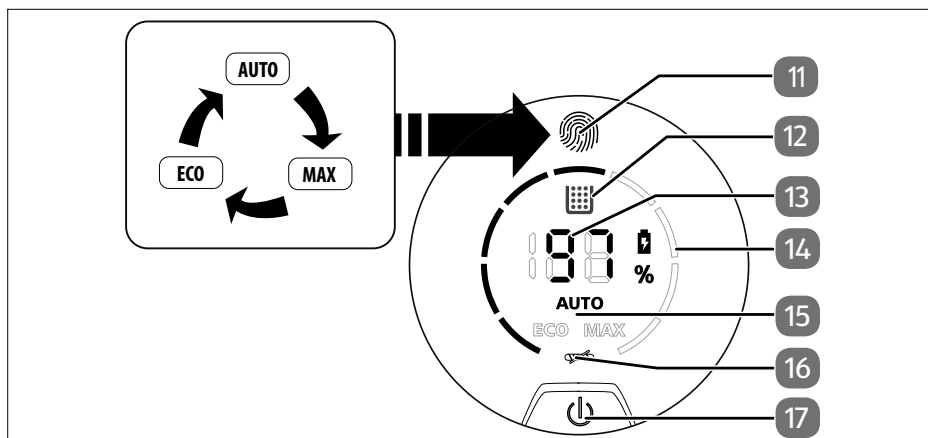

Fig. 2
- ▶ Toccare il pannello di comando  per impostare la modalità di funzionamento **AUTO/MAX** o **ECO** (15). La relativa potenza del motore viene visualizzata sul display (vedere la fig. 2).